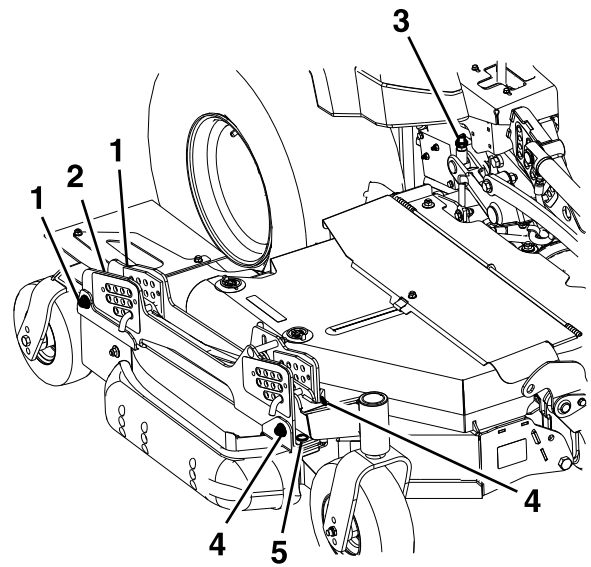

Figura 84
3. Las carcasas laterales derecha e izquierda incorporan mecanismos de ajuste de la altura de las cuchillas, con puntos de ajuste delanteros y traseros. Para ajustar la altura de las cuchillas de las carcasas laterales, primero afloje las tuercas de montaje delanteras y traseras de las pletinas de suspensión/altura de corte. Hay 4 posiciones (2 en cada lado del canal), como se muestra en la Figura 84.
- Si la carcasa está demasiado baja, apriete el perno de ajuste de altura delantero (Figura 84) girando la tuerca inferior en sentido horario.
- Si la carcasa está demasiado alta, afloje el perno de ajuste de altura delantero (Figura 84) girando la tuerca inferior en sentido antihorario. Afine la posición de las tuercas de ajuste traseras según sea necesario.
Ajuste la altura de la rueda trasera (Figura 84) hasta que la rueda trasera apenas toque el suelo con una presión mínima.
4. Mida la parte trasera de las cuchillas laterales. Si cualquiera de las cuchillas tiene una inclinación de menos de 1.5 mm (1/16"), eleve la parte trasera de la carcasa apretando los ajustes traseros izquierdo y derecho (Figura 84) hasta que las 4 cuchillas tengan una inclinación mínima de 1.5 mm (1/16"). Ajuste las ruedas laterales traseras hasta que apenas toquen el suelo con una presión mínima. Apriete las 4 posiciones de montaje traseras de las pletinas de suspensión (Figura 84).